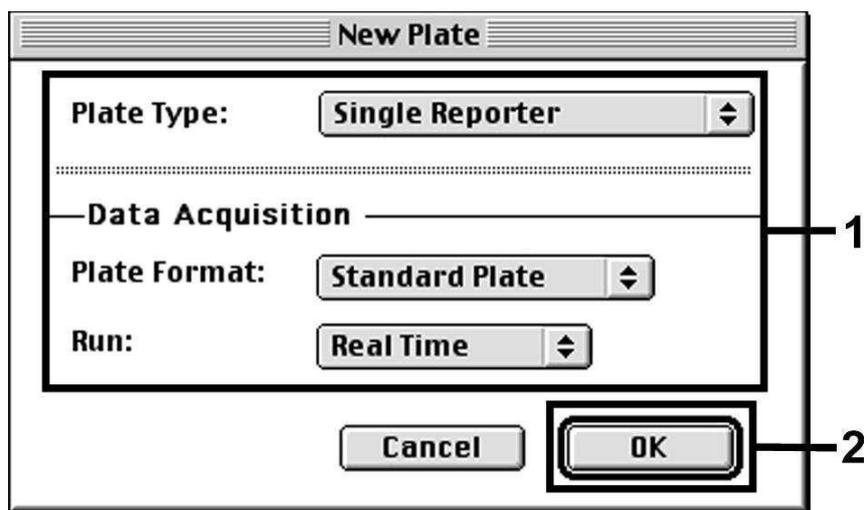

Fig. 9: Preimpostazioni per la creazione di una nuova corsa di PCR (*New Plate*).
Selezionare in ABI PRISM 7700 SDS la voce di menu *New Plate* in *File* ed inserire per il nuovo documento le seguenti impostazioni di base (vedi Fig. 9). Confermare i dati inseriti (OK).